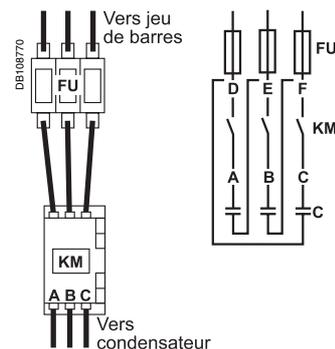

Fig. 25 : coupure dans les branches.
- coupure dans les branches du triangle (fig. 25)